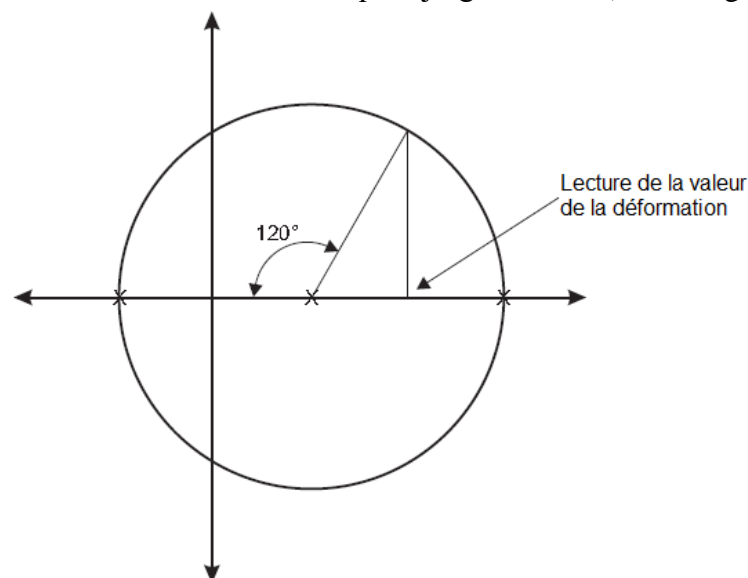

Figure 7 : Pour déterminer la déformation à 60 degrés.
20. Pour déterminer la déformation directe à  $60^\circ$  de l'axe, tracez une ligne du centre du cercle avec une direction à  $120^\circ$  dans le sens des aiguilles d'une montre à partir de  $0^\circ$  (souvenez-vous, deux fois l'angle!) jusqu'à ce qu'il croise le cercle, tracez ensuite verticalement une ligne à partir du point d'intersection vers le bas qui rejoint l'axe x (voir la figure 7).